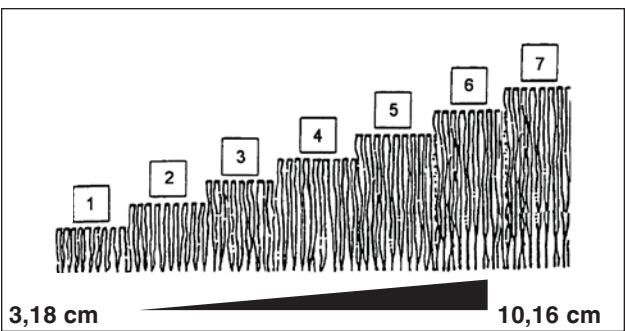

Figura 7: Ajustes de la altura de corte (aproximados)
2. Ajuste todas las ruedas en la misma altura de corte. La posición de corte más alta es la ranura 7 (Figura 7). La posición de corte más baja es la ranura 1.